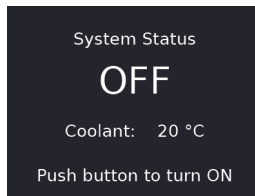

Abbildung 4-6 Standby-Bildschirm
3. Wenn das Gerät mit dem Stromnetz verbunden ist, schaltet der Kühler in den Standby-Modus, die Anzeige leuchtet rot. Die LCD-Anzeige zeigt als Systemstatus OFF an (siehe Abbildung 4-6 auf Seite 144).